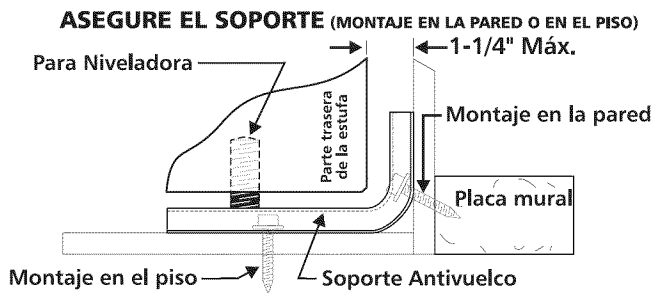

Fig. 24
- 1. Ubique el soporte utilizando la plantilla** - (El soporte puede ser instalado ya sea en el lado izquierdo o derecho de la estufa. Consulte desde la Fig. 24 a la 26 para colocar el soporte si no se dispone de la plantilla). Marque el piso o la pared donde se colocará el lado izquierdo o derecho de la estufa. Si la parte trasera de la estufa será colocada contra la pared o a no más de 1-1/4" de la pared cuando ya esté instalada, usted puede usar el método de instalación en el piso o en la pared. Si tiene moldura instalada y ésta no permite que el soporte quede a ras contra la pared, retire la moldura o instale el soporte en el piso. Para montaje en la pared (Fig. 24), ubique la plantilla colocando el borde trasero de la plantilla contra la pared trasera y el borde lateral de la plantilla en la marca hecha indicando el lado de la estufa. Coloque el soporte sobre la plantilla y marque la ubicación de los agujeros de los tornillos en la pared. Si la parte trasera de la estufa está a más de 1-1/4" de la pared cuando ya está instalada, instale el soporte en el piso. Para montaje en el piso (Fig. 24 o 25), ubique el soporte colocando el borde trasero de la plantilla donde quedará ubicada la parte trasera de la estufa. Marque la ubicación de los agujeros de los tornillos mostrados en la plantilla.